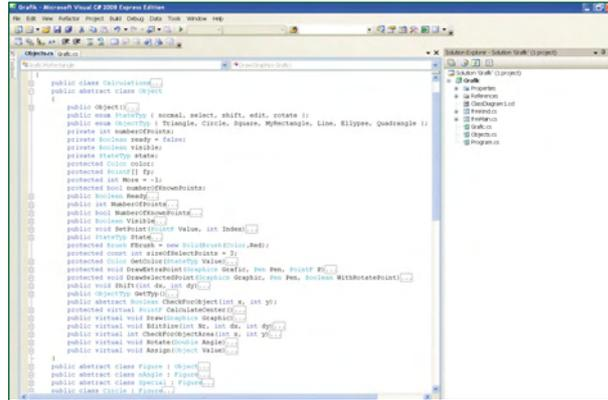

Figure 1. Objects.cs - Visual Studio permet d'explorer la hiérarchie des classes du projet, avec les méthodes qu'elles contiennent.
- la hiérarchie du projet qui liste toutes les classes qui elles-mêmes définissent la construction de figures géométrique de haut niveau à-partir d'objets de bas niveau fournis par l'O.S. - voir le fichier *Objects.cs* (**Figure 1**)